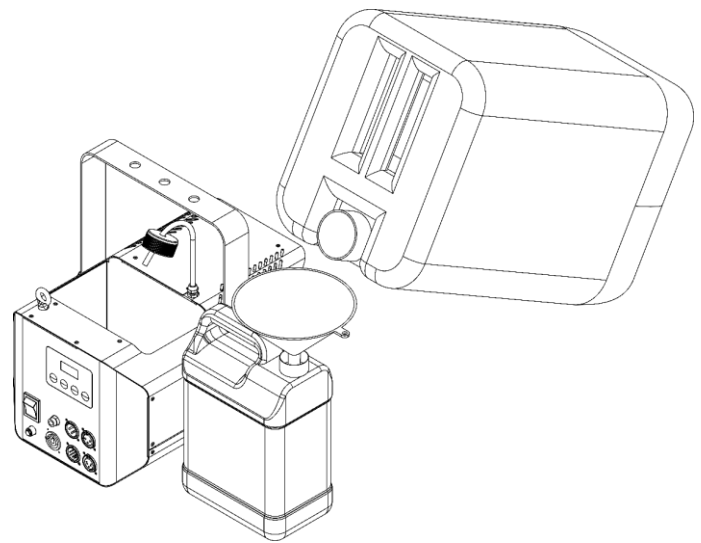

Fig. 11
- 05) Gebruik een trechter om de mistvloeistof in de tank te gieten, zoals getoond in Fig. 11.